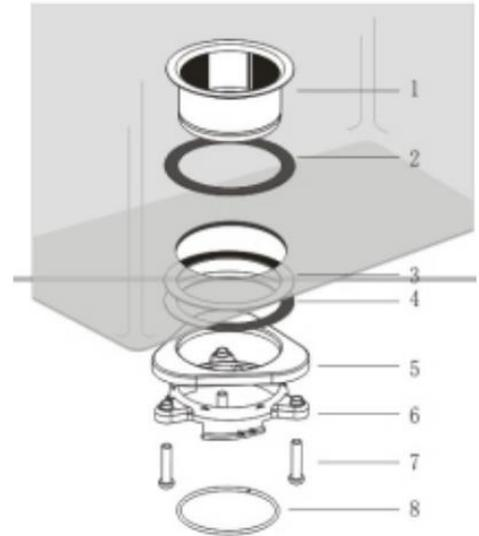

Рисунок 4.1
- a. Убедитесь в отсутствии отходов вокруг водосточного отверстия. Вставьте красное резиновое уплотнение (2) во фланец и установите фланец / уплотнение в водосточное отверстие. Чтобы зафиксировать фланец в нужном положении, вам, возможно, придётся опустить в раковину тяжёлый предмет или прижать его рукой (чтобы не поцарапать, положите на него полотенце).
- b. Установите чёрную прокладку (3), красное резиновое уплотнение (4) и фиксирующую крышку (5) и пластину (6) в нижней части фланца.
- c. Закрепите стопорное кольцо в нижней части фланца (8).
- d. Одновременно затяните 3 винта (7) до тех пор, пока все детали не будут закреплены на раковине. Неправильная установка может привести к протечке (рис. 4.1).